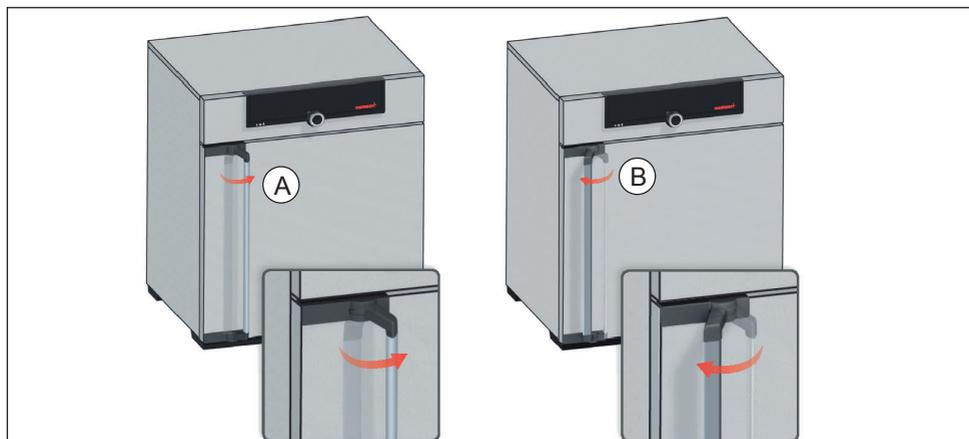

Fig. 15 Abrir e fechar a porta
- ▶ Para abrir a porta, puxe o manípulo da porta para o lado (dependendo da variante da porta, para a esquerda ou para a direita, Fig. 15, A) e abra a porta completamente.
- ▶ Para fechar a porta, pressione e empurre o manípulo da porta para o lado (B).